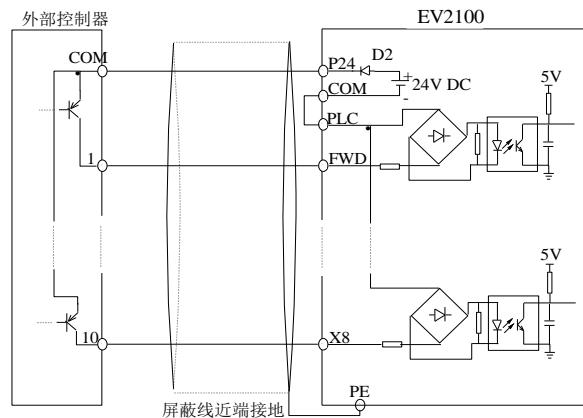

图3-24 使用变频器内部+24V电源的漏极连接方式
②使用变频器内部+24V电源, 外部控制器为PNP型的共发射极输出的连接方式(注意去除PLC与P24端子间的连接线), 如图3-24所示。